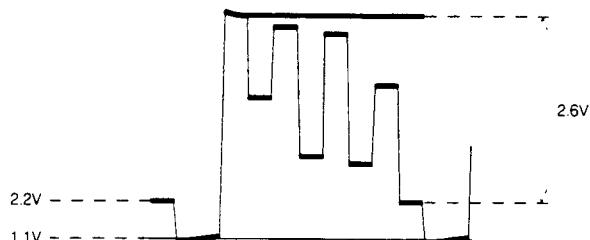

Fig. 2
- c. Das Oszilloskop anschliessen an den Anschlusspunkt 17 des IC7260. Die Heiligkeitseinstellung so vornehmen, dass der Pegel des schwarzen Balkens im Videosignal auf 2,2V liegt (siehe Bild 2).